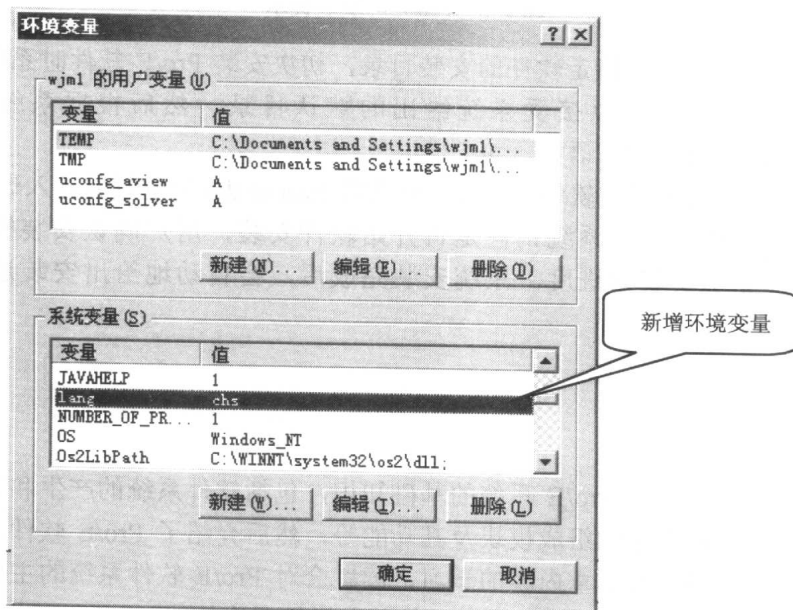

图 1-4 【环境变量】对话框
(4) 单击【新建系统变量】对话框上的  按钮, 添加新环境变量后【环境变量】对话框如图 1-4 所示。从图中可以明显看出【系统变量】分组框中已经加入了新的环境变量。